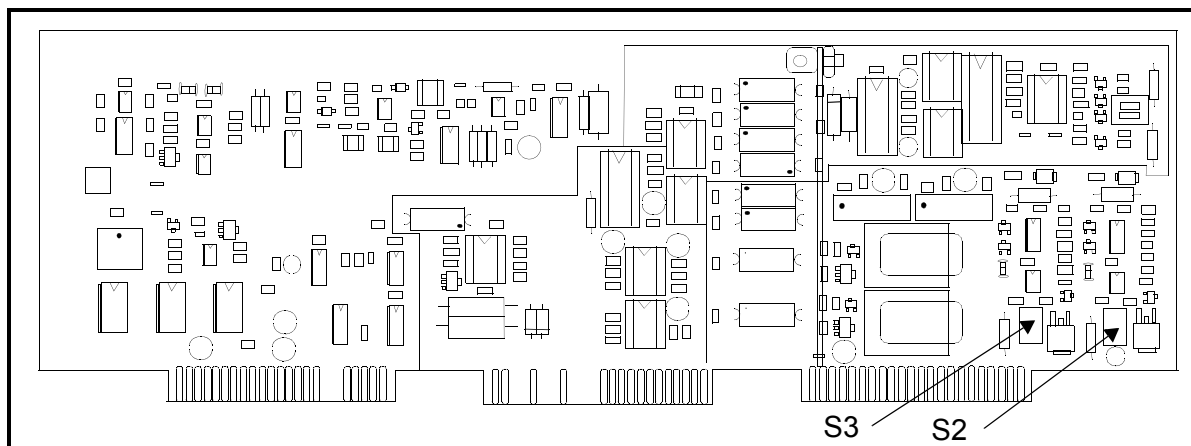

Рис. 2-15: Плата каналов – расположение блоков S2 и S3
1. Определите местонахождение блоков S2 и S3 (см. рис. 2-15 на следующей странице). Блок переключения S2 управляет выходным сигналом регистрирующего устройства А, блок переключения S3 управляет выходным сигналом для регистрирующего устройства В.